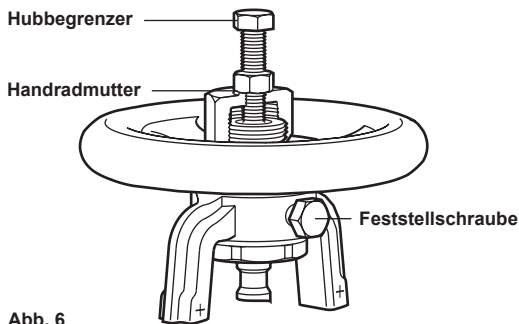

Abb. 6
- 5.4** GAV-T Ventile sind mit einem Drosselkegel ausgestattet, der ein genaues Regeln beim Öffnen des Ventils ermöglicht. Die Anzahl der Umdrehungen hat Einfluss auf die Durchflussmenge des Ventils. Wenn die richtige Durchflussmenge erreicht ist, Feststellschraube und Hubbegrenzer (siehe Abb. 6) anziehen. Dies reduziert Schwingungen. Die Abhängigkeit der Durchflussmenge in Bezug auf die Ventilöffnung ist in der nachfolgenden Tabelle dargestellt.